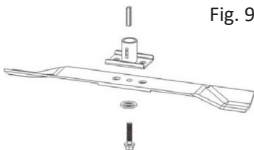

Fig. 9
- Si quieres cambiar la cuchilla de corte, retira el tornillo (fig. 9).